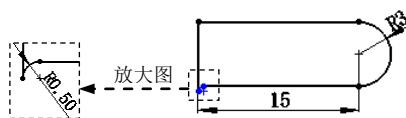

图 12.5.8 横断面草图
② 定义横断面草图。在草图环境中绘制图 12.5.8 所示的横断面草图。
③ 选择下拉菜单 **插入(I)** → **退出草图** 命令，退出草图环境，此时系统自动生成薄片 1。